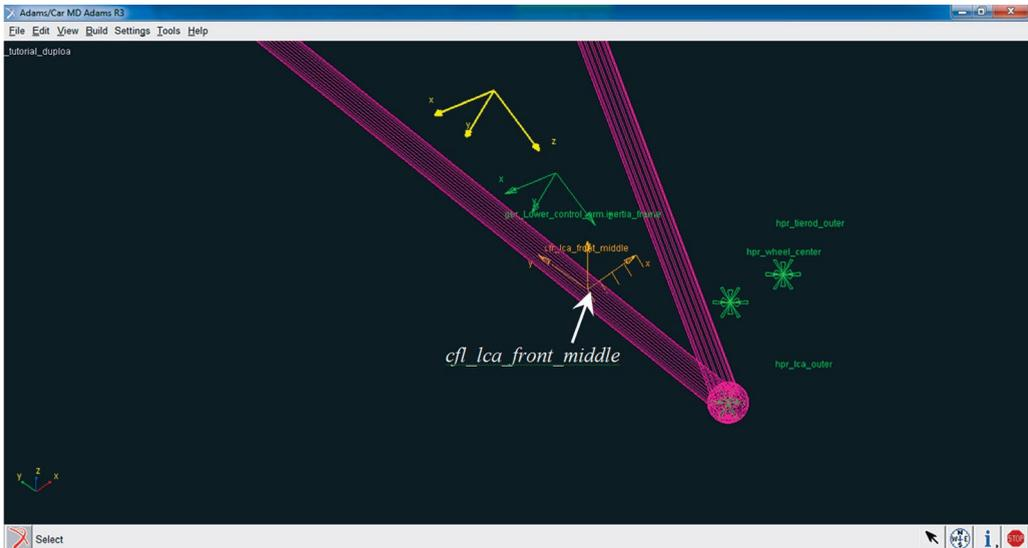

Figura 5.32 – Detalhe do primeiro *Construction Frame* criado na bandeja inferior da suspensão.
- A Figura 5.32 destaca o *Construction Frame* criado, indicado pela seta branca.